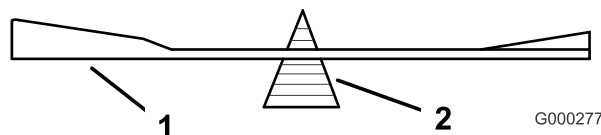
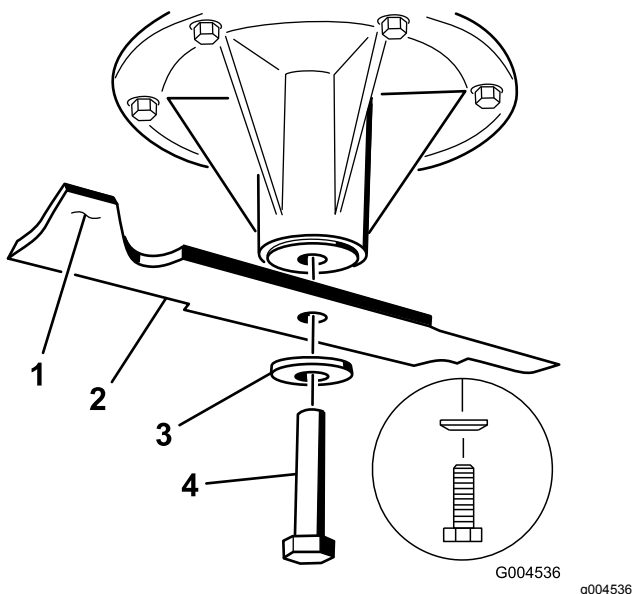

Figura 96
Figura 97
2. Verifique el equilibrio de la cuchilla colocándola sobre un equilibrador de cuchillas (Figura 96). Si la cuchilla se mantiene horizontal, está equilibrada. Si la cuchilla no está equilibrada, rebaje algo el metal en la parte de la vela solamente con una lima (Figura 97). Repita este procedimiento hasta que la cuchilla esté equilibrada.
1. Instale la cuchilla en el eje (Figura 97).
2. Instale la arandela de muelle y el perno de la cuchilla. El cono de la arandela de muelle debe estar orientado hacia la cabeza del perno (Figura 97).